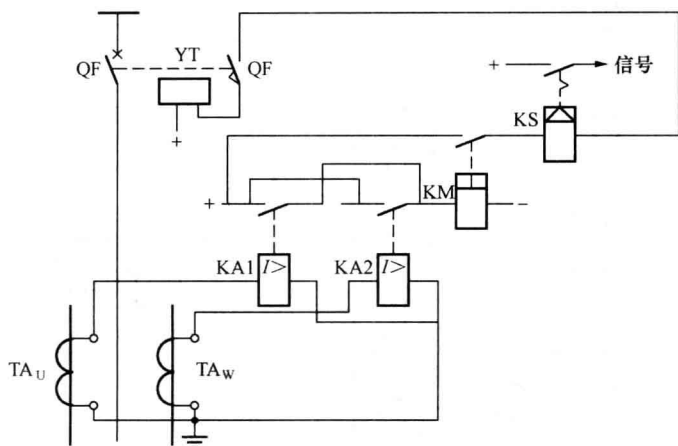

图 1-11 集中式原理图
(1) 能详细表示回路连接的原理图。详细的总归式原理图与展开图一样有完整的回路，可直接看清楚回路的具体连接，如图 1-11 所示。虽然跳闸线圈 YR 的负电源没有与出口中间继电器 KM 的负电源画在一起，但从正电源的连接可以看出，逻辑回路采用一组熔断器，回路是完整的。采用此类原理图的二次回路一般都是不太复杂的电路。